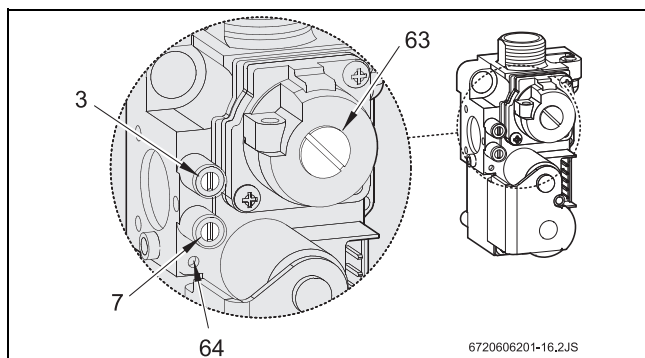

Fig. 30 Automático de gás
- ▶ Desmontar a cobertura do parafuso de regulação do gás (63) (Fig. 30).